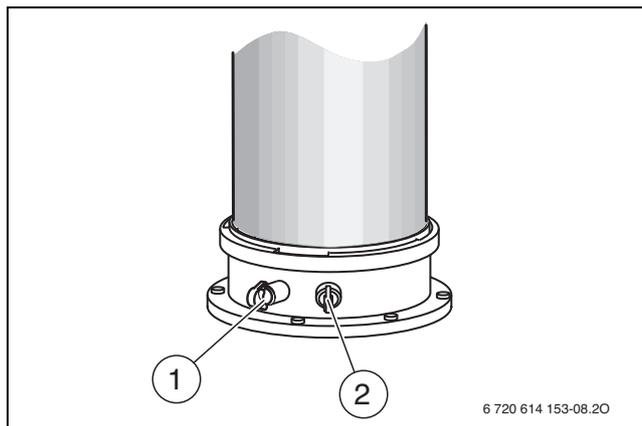

Fig. 102 Tubulure de mesure des fumées et de l'air de combustion
- ▶ Retirer le bouchon sur la tubulure de mesure de l'air de combustion (→ fig. 102,[2]).